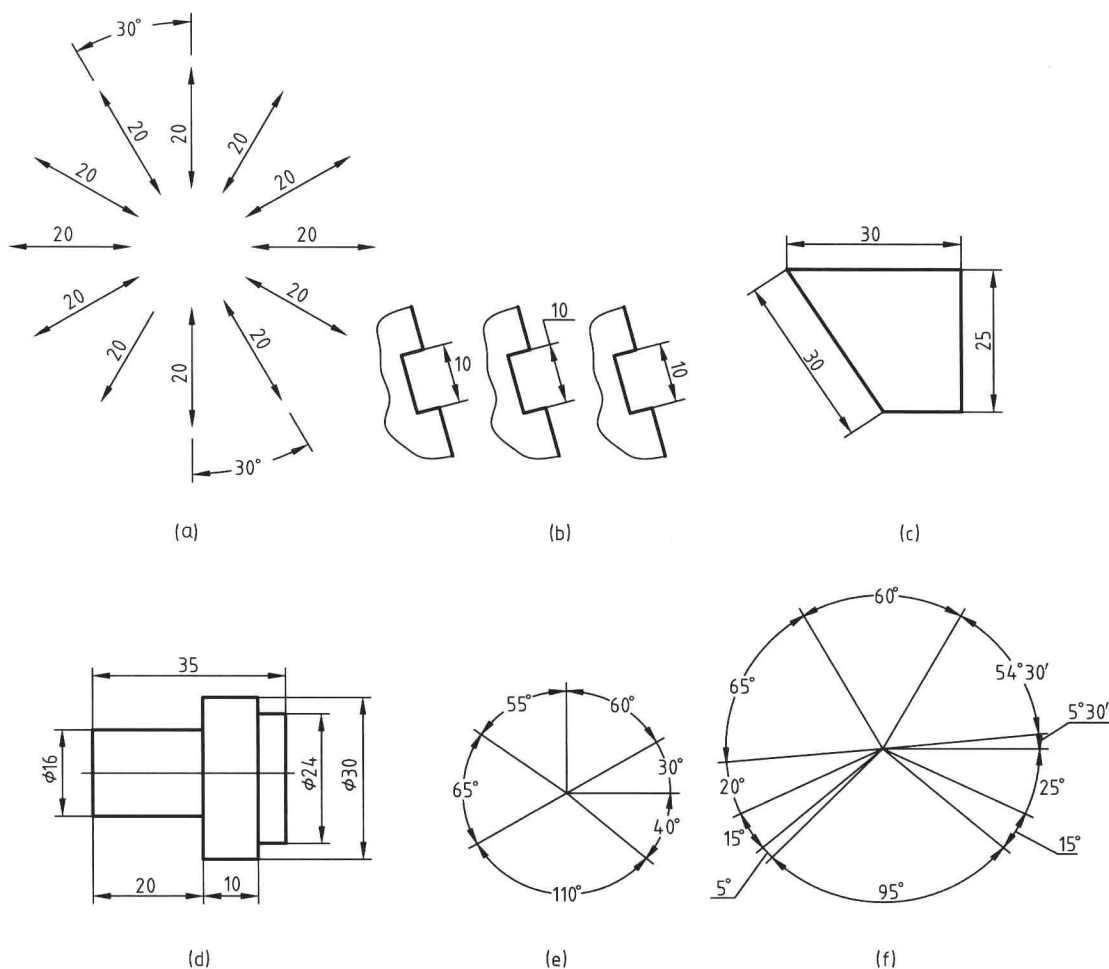

图 1-13 尺寸数字方向
① 线性尺寸数字方向的注法有两种:一是按照图 1-13 (a) 所示的方向注写,并尽可能避免在图示 30° 范围内标注尺寸,当无法避免时可按图 1-13 (b) 所示的形式进行标注;
二是对于非水平方向的尺寸，其数字可水平地注写在尺寸线的中断处，如图 1-13 (c) 和图 1-13 (d) 所示。一般应采用第一种方法进行标注，在不致引起误解时也允许按第二种方法标注。
② 标注角度时的数字一律按水平方向书写，一般应注写在尺寸线的中断处，如图 1-13 (e) 所示，必要时也可按图 1-13 (f) 的形式标注。